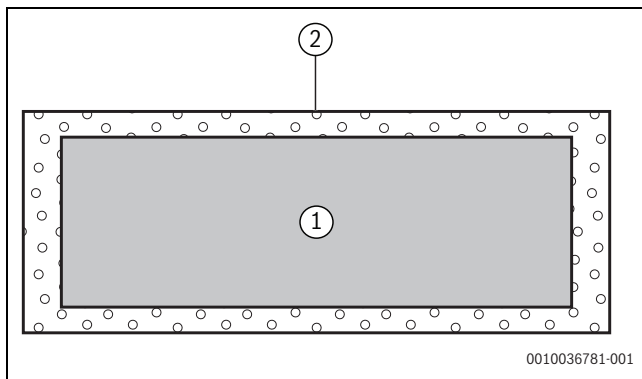

Bild 6 Außeneinheit auf der Bodenkonsole (Draufsicht)
1) Markierung (1) in → Abb. 6 beachten